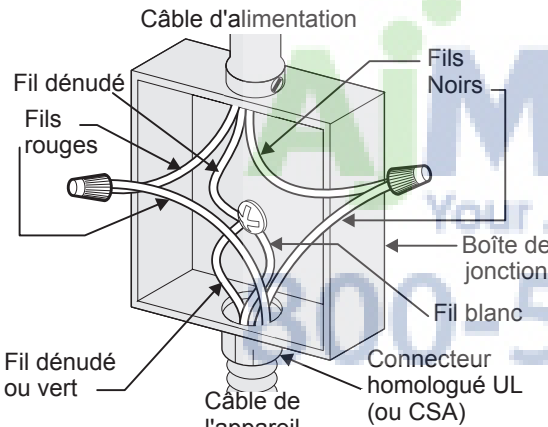

Figure 5
**Si les codes locaux permettent le raccordement du conducteur de mise à la terre du châssis au fil neutre (blanc) de la boîte de jonction (voir figure 5):**